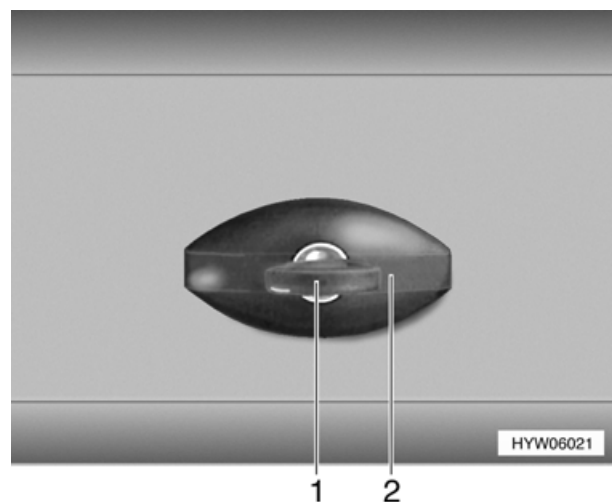

Fig. 18 Serratura dello sportello (variante 1)
▷ In caso di pioggia è possibile che dell'acqua penetri nella serratura aperta dello sportello. Chiudere perciò la maniglia della serratura (Fig. 18,2) come illustrato in Fig. 18.
- Inserire la chiave nel cilindro della serratura (Fig. 18,1) e girare in senso antiorario di un quarto di giro. La maniglia della serratura (Fig. 18,2) scatta all'infuori.
- Girare la maniglia della serratura in senso orario (Fig. 18,2) fino in posizione orizzontale. La serratura dello sportello è ora bloccata, ma non è chiusa.
- Inserire la chiave nel cilindro della serratura (Fig. 18,1).